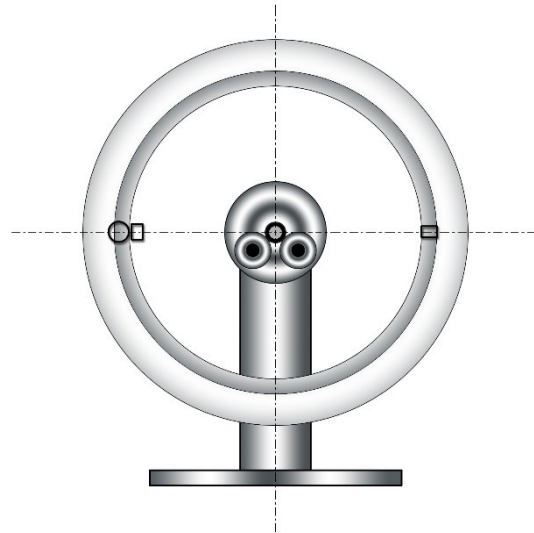

Abbildung 2: Ruhelage neutrale Felge
- An der leichtesten Stelle wird nun so viel provisorisches Wuchtgewicht angebracht, dass die Felge sich um ca. 90° dreht (s. Abb. 2). Bei einer leeren Felge sollten höchstens 30 g an Wuchtgewicht notwendig sein. Wenn Sie mehr Gewicht benötigen, dann sollten Sie die Felge und die Anbauteile auf Beschädigungen, z. B. Höhengschlag, prüfen.